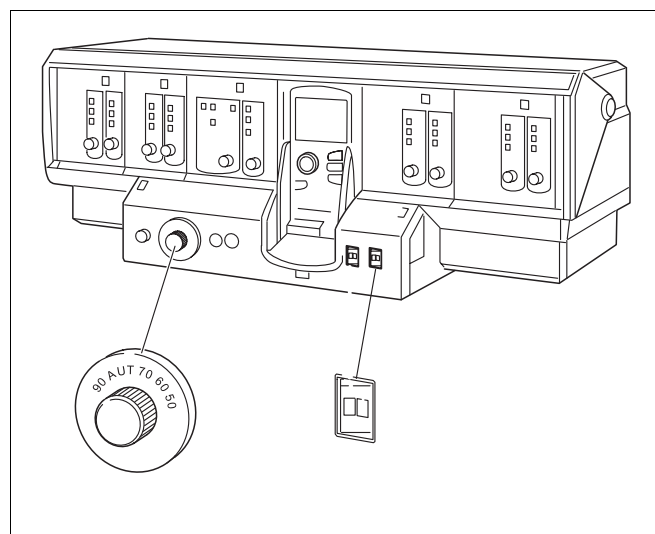

Рис. 1 Система управления, например, Logamatic 4311
- Перевести пусковой выключатель (рис. 1, поз. 1) в положение „I“ (Вкл).
- Регулятор температуры в котле (рис. 1, поз. 2) поставить в положение AUT или установить на 80°C. Для режима поддержания постоянной температуры установить нужную температуру, т.е. для газовых горелок мин. 60°C и для дизельных горелок 50°C.
- Пусковой выключатель (рис. 1, поз. 1) перевести в положение „0“ (Выкл).